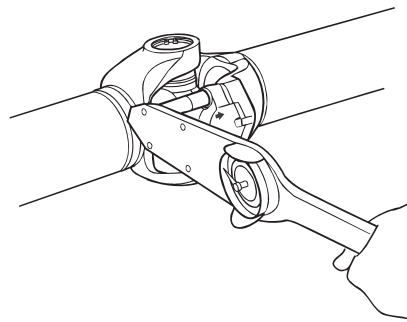

Figura 4.43
4. Use un torquímetro para apretar alternadamente con 115-135 lb-ft (155-183 N m). Figura 4.43. **T**